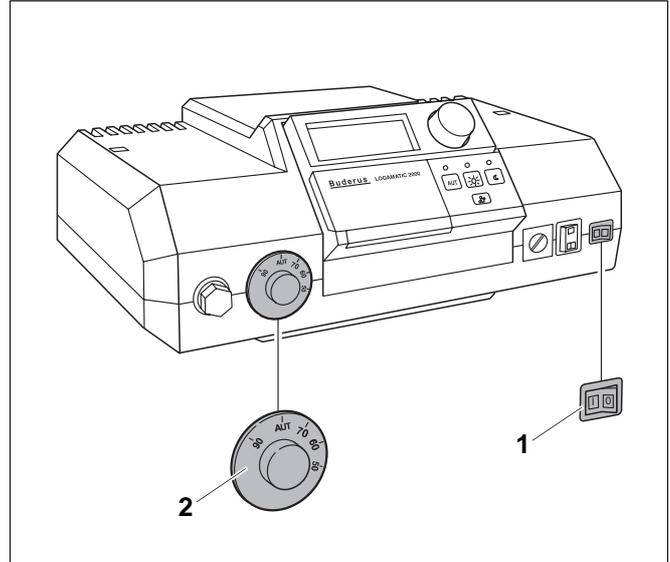
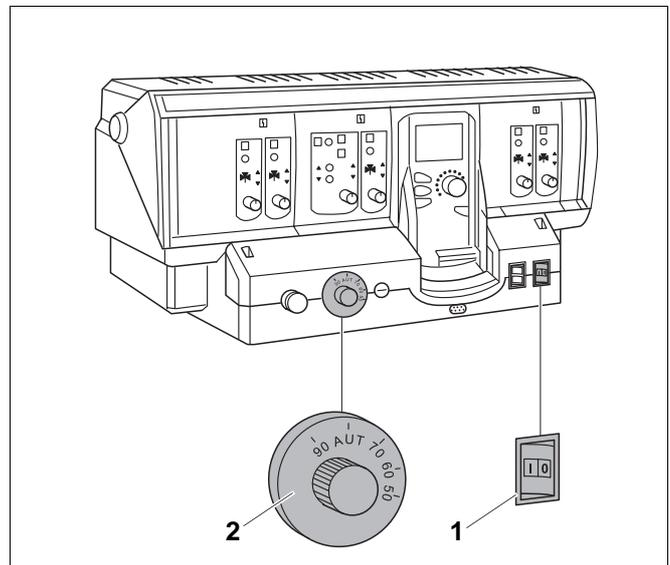

Abb. 24 Regelsystem Logamatic 2000
Abb. 25 Regelsystem Logamatic 4000
- Betriebsschalter (Abb. 24, **Pos. 1** bzw. Abb. 25, **Pos. 1**) in Stellung „I“ (EIN) stellen.
- Kesselwassertemperaturregler (Abb. 24, **Pos. 2** bzw. Abb. 25, **Pos. 2**) auf „AUT“ stellen. Bei konstanter Regelung die gewünschte Temperatur (mind. 65 °C) einstellen.